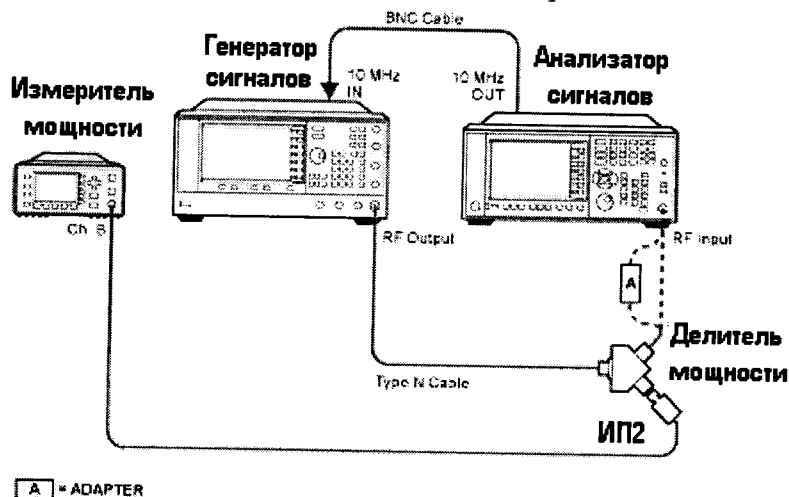

Рисунок 5
7.4.5 Отсоединить ИП1 от делителя. Освободившийся рукав делителя соединить с анализатором (рисунок 5). На анализаторе установить DC coupled, предусилитель выключен, полса обзора 1 МГц, ослабление аттенюатора 10 дБ. Произвести измерения уровня сигнала уровня минус 10 дБм на частотах 300 кГц; 1, 5, 100, 150, 450 и 950 МГц; 1,25, 1,85, 2,25, 2,95 и 3,55 ГГц. Полученные значения зафиксировать, вычислить погрешность.
7.4.9 Отсоединить ИП1 от делителя. Освободившийся рукав делителя соединить с анализатором (рисунок 5). На анализаторе установить DC coupled, предусилитель выключен, полоса обзора 1 МГц, ослабление аттенуатора 10 дБ. Произвести измерения уровня сигнала минус 10 дБм на частотах 3,65, 5,05, 6,05, 7,05, 8,05 и 8,35 ГГц (для опций 508, 513, 526); 9,05, 10,05, 11,05, 12,05, 13,05 и 13,55 ГГц (для опций 513, 526); 14,05, 15,05, 16,05, 17,05, 18,05, 19,05, 20,05, 21,05, 22,05, 23,05, 24,05, 25,55, 26,05 и 26,45 (для опции 526). Полученные значения зафиксировать, вычислить погрешность.
7.4.11 Отсоединить ИП1 от делителя. Освободившийся рукав делителя соединить с анализатором (рисунок 5). На анализаторе установить DC coupled, предусилитель выключен, полоса обзора 1 МГц, ослабление аттенуатора 10 дБ. Произвести измерения уровня сигнала минус 10 дБм на частотах из п. 7.4.9. Полученные значения зафиксировать, вычислить погрешность.